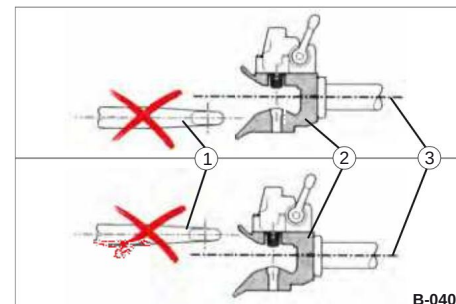

Fig. 39 Højdejustering forkert
• Juster højden, så trækstangen rammer den centrale akse (fig. 39/3) eller den nederste flig af fangåbningen en smule.